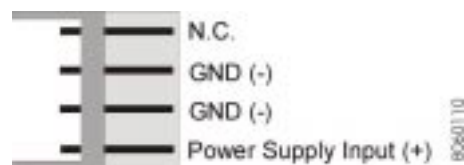

Bild 11: Belegung des Versorgungsspannungseingangs X300
Die Eingangsspannung wird am Steckverbinder X300 ⑦ eingespeist. Der Steckverbinder entspricht den Spannungsversorgungssteckern von 3,5“-Floppylaufwerken. Bild 11 zeigt die Anschlußbelegung.